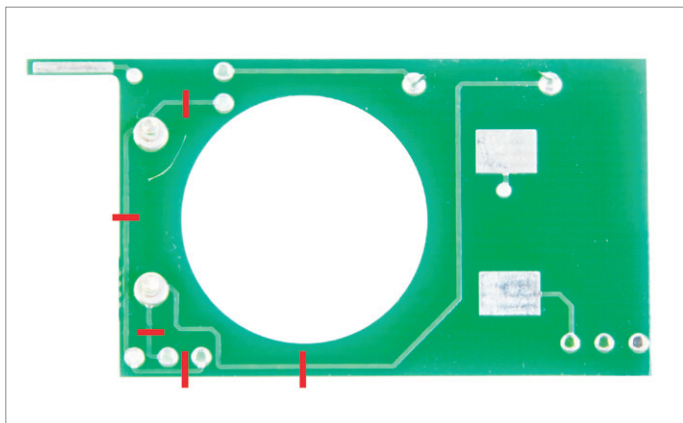

Abb. 27: Leiterbahnen durchtrennen auf Universalplatine, Akkus gelötet
- ▶ Durchtrennen Sie auf der Oberseite der Universalplatine mit einem Bastelmesser fünf der Leiterbahnen entsprechend Abb. 27.